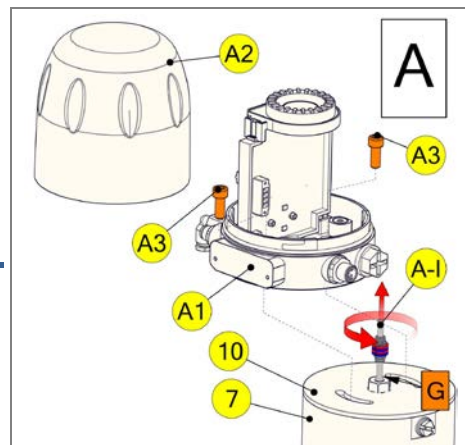

Рис. 7-9
- Рис. 7-9
- Снимите стопорный диск (10).
- Демонтируйте шток с магнитами (A-I) из привода (7).